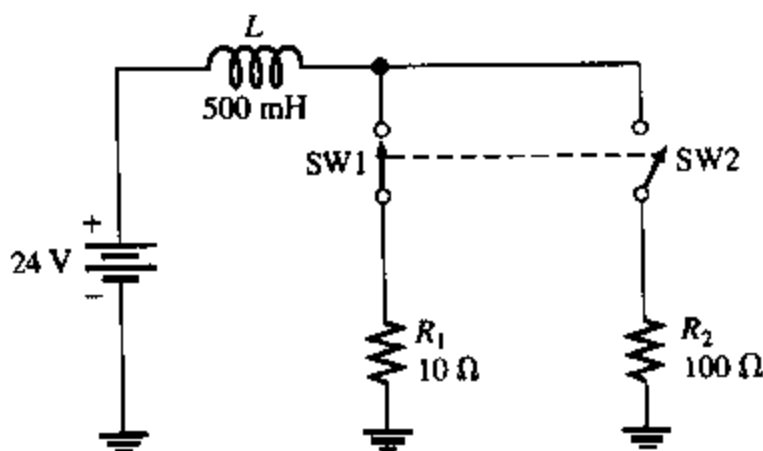

图 14.54
参见图 14.54
* 27. 图 14.54 中, 开关 1 打开的同时(t_0)开关 2 闭合。求 R_2 在 t_0 时的感应电压。